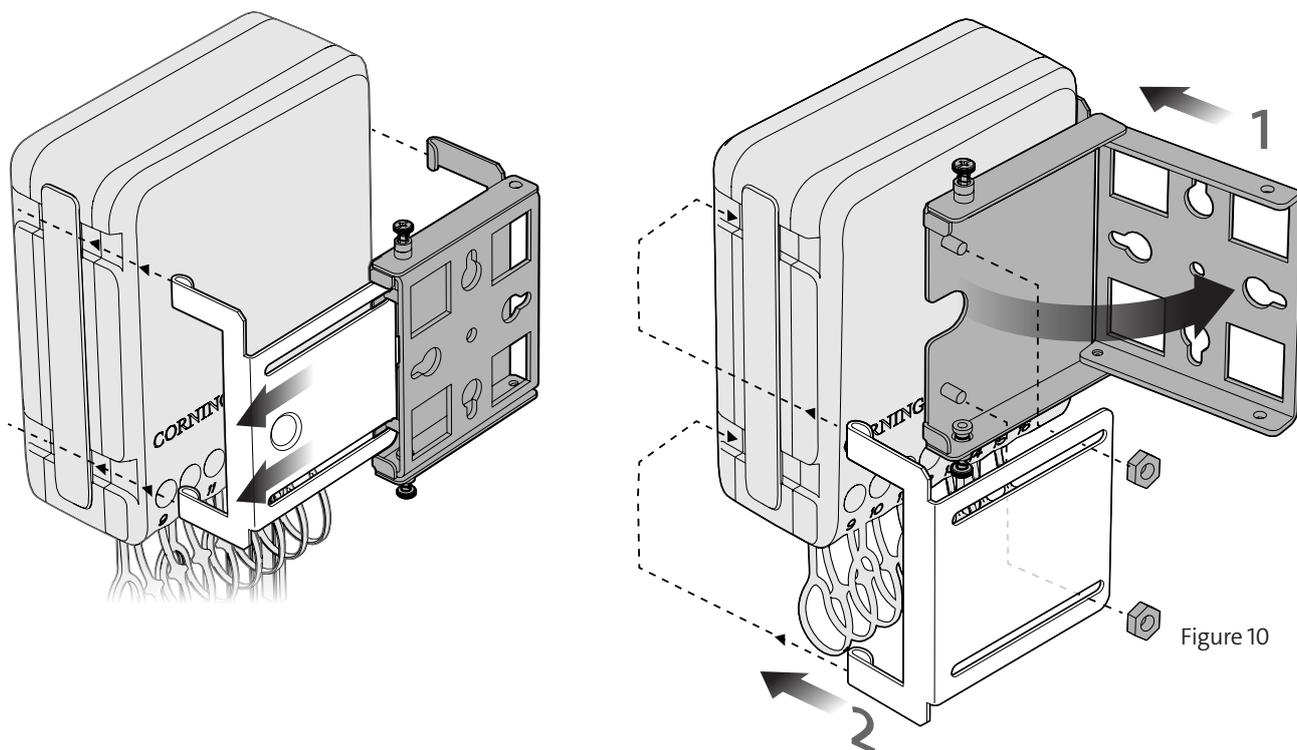

Figure 10
Étape 1 : ouvrir vers l'extérieur et attacher les crochets du terminal dans les encoches du terminal (Figure 10).